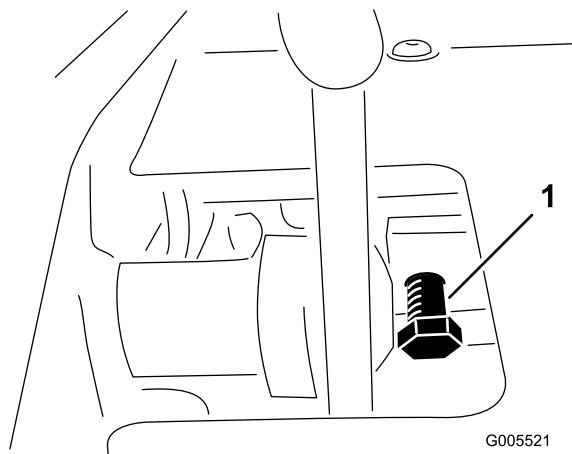

Bild 53
1. Lösen Sie die Klemmmutter an der Pedalsperrenschraube (Bild 53).